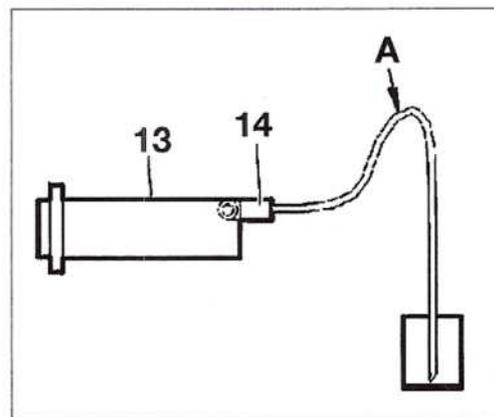

FIG. 9
- Conectar un tubo transparente sobre el tornillo de purga (14) y unirlo a un depósito más bajo que el cilindro receptor de mando (13) (Fig.9).